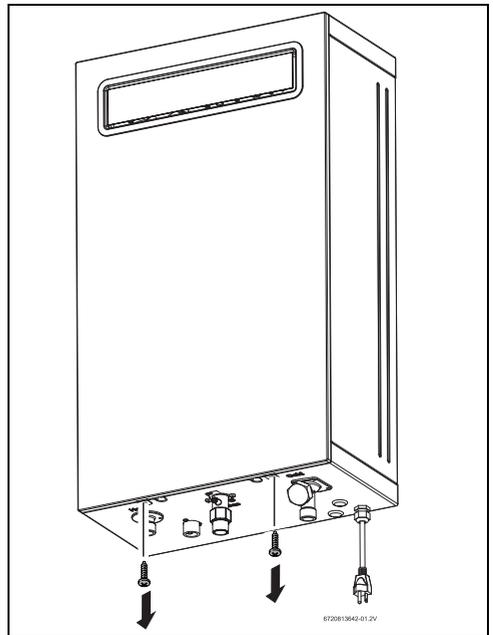

Fig. 3 Desserrer deux vis à tête Phillips
- ▶ Desserrer deux vis à tête Phillips situées en bas du panneau avant, fig. 3.